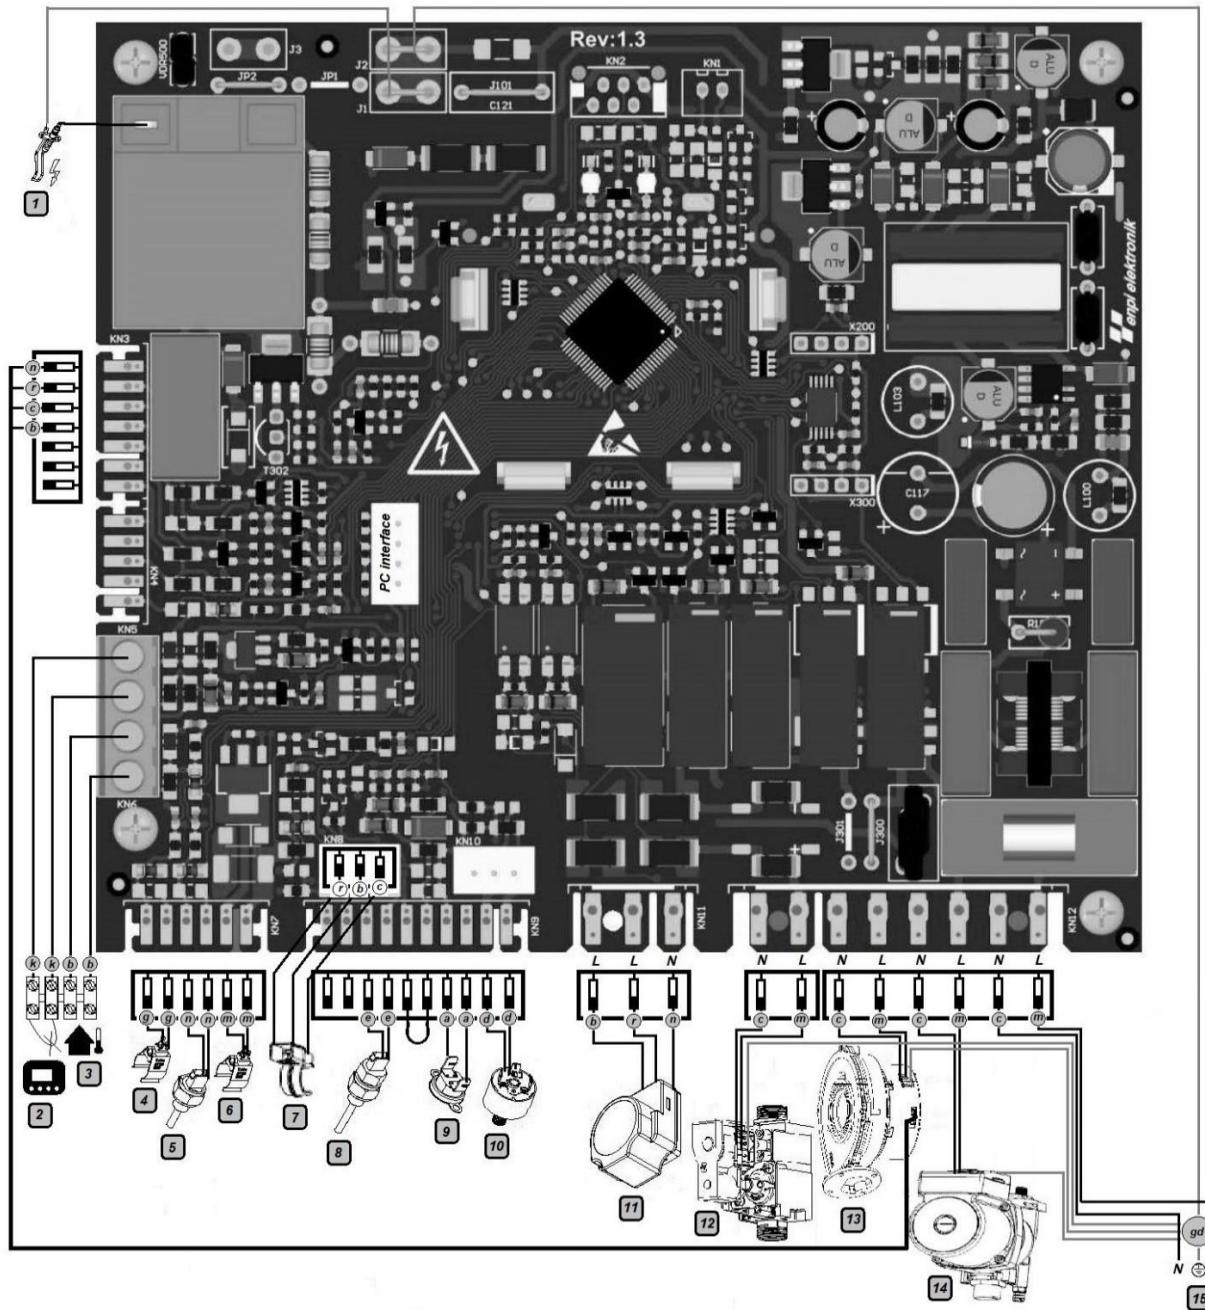

Рисунок 4.2
4.2 Принципиальная схема**Рисунок 4.2**